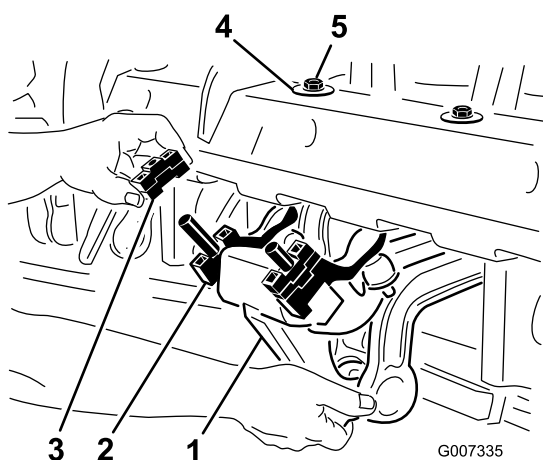

Figure 25
1. Retirez les 2 contre-écrous (1/2 po) qui fixent l'amortisseur Rotalink sur le dessous du cadre de la tête d'aération (Figure 25).
2. Abaissez l'amortisseur pour exposer les entretoises (Figure 25).
en D contre le cadre de la tête d'aération, comme montré à la Figure 25. Serrez les 2 contre-écrous.